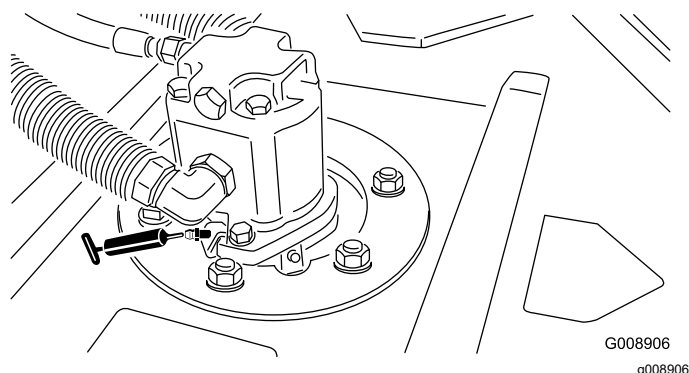

図 72
- カuttingユニットのスピンドルシャフトのベアリングユニット2台に1ヶ所— 図 72